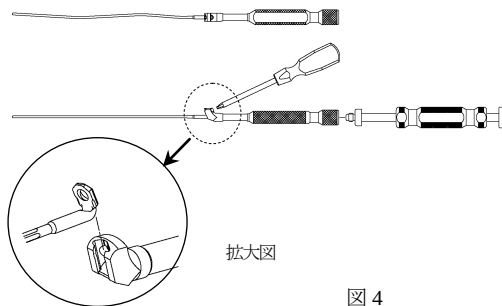

図 4
3) 選択した尺骨ロッキングロッドを尺骨ロッドインパクトに六角 2.5 ドライバー（ショート）で固定把持し、尺骨ロッドインパクトの後端にスライドハンマーを取り付けます。（図 4）